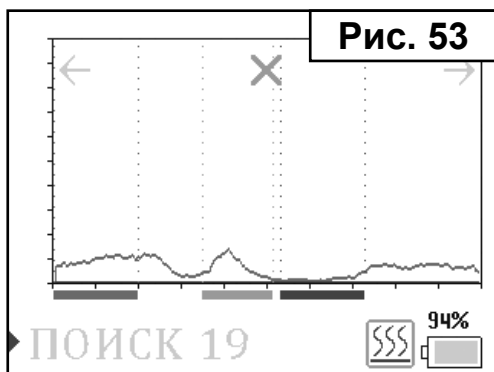

Рис. 53
13. Просмотр измерений осуществляется нажатием кнопок  и . Для возврата детектора в режим «ГОТОВ» нажмите кнопку  (Рис. 53).